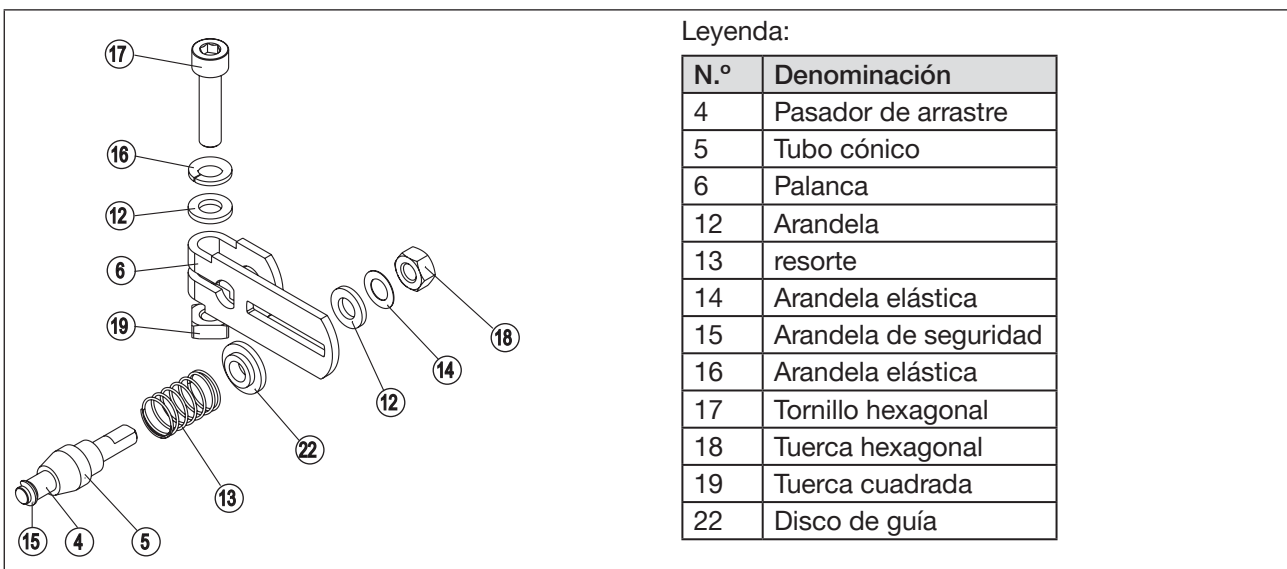

Imagen 17: Montaje de la palanca
- Montar el estribo ② en el eje del actuador con ayuda de las bridas ③, los tornillos hexagonales ⑰ y las arandelas elásticas ⑯.
- Seleccione la palanca corta ⑥a o la larga ⑥b según la carrera del actuador.
- Monte la palanca si no viene ya premontada (consulte «Imagen 17»).